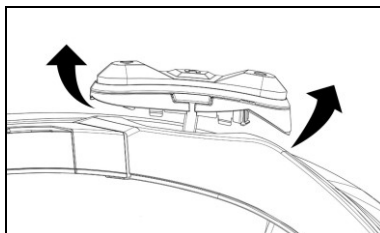

Fig. 27
- Tournez le clavier dans le sens inverse des aiguilles d'une montre (Fig. 27).